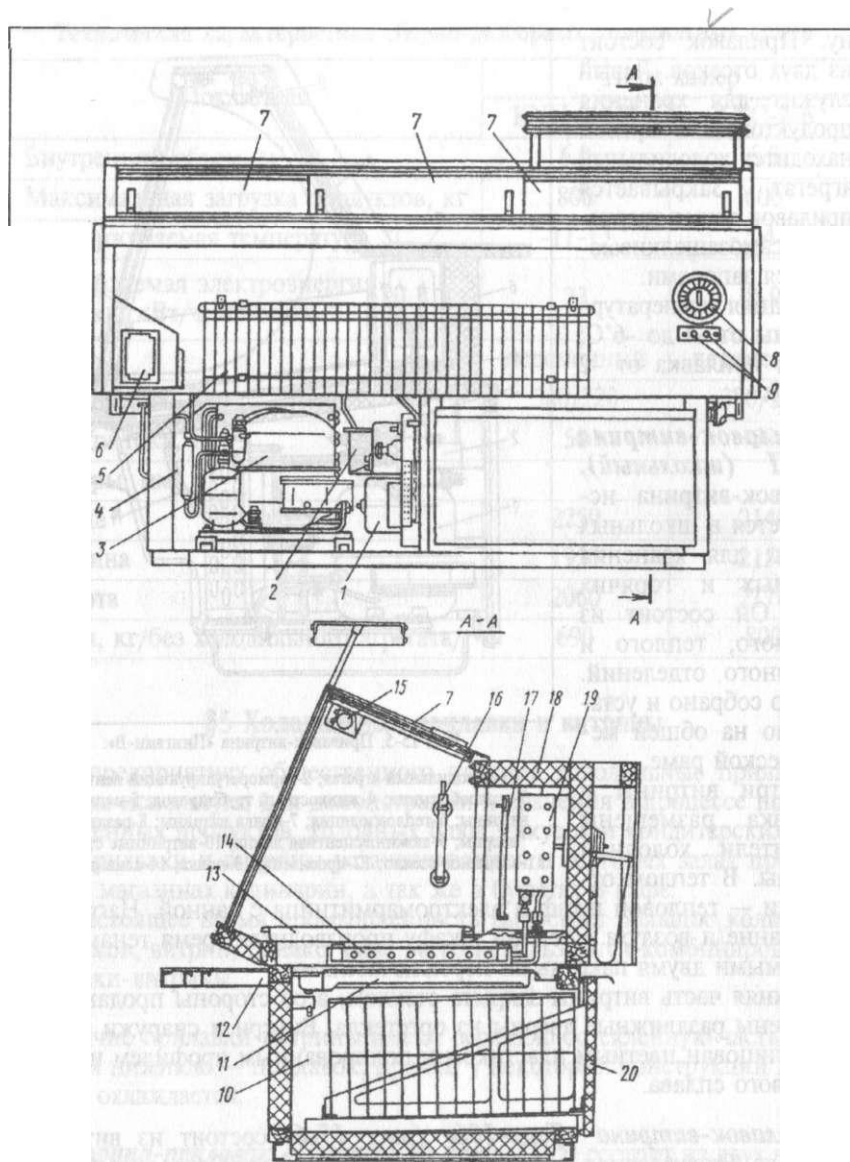

Рис. 15-6. Прилавок-витрина «Таир-106»:
**Прилавок-витрина «Таур-106» (рис. 15-6)** состоит из витрины, прилавка. Охлаждаемая витрина расположена сверху. Спереди и с боков она имеет ограждение из стекла, а сверху установлены раздвижные шторы.